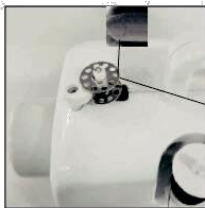

Abb.23
4. Schieben Sie die Spule nach links. (Abb.23)